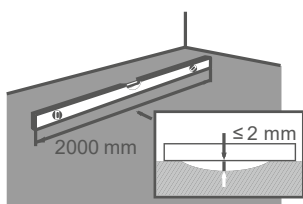

Рисунок 3
- 7.2 Основание должно быть ровным. Просветы между контрольной двухметровой рейкой и основанием не должны превышать 2 мм (см. Рисунок 3). Неровности с перепадом более 2 мм на длине 2 м должны быть выровнены.